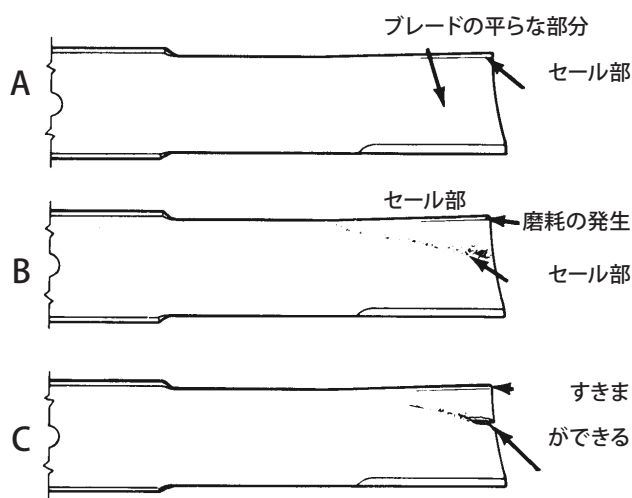

図 34
- ブレードの切っ先を注意深く観察、特に、直線部と曲線部が交わる部分をよく観察する（図34-A）。この、直線部と曲線部の交差域は、砂などによる磨耗が進みやすい部分なので、機械を使用する前によく点検することが必要である。磨耗が大きい場合には（図34-B）危険であるから交換する。
ブレードの磨耗を放置すると、ブレードのセール部と平坦部との間に割れ目が発生する。（図34-C）この割れ目が拡大すると、最終的にはブレードがちぎれてハウジングの下から飛び出し、これがオペレータや周囲の人に重大な人身事故となる。